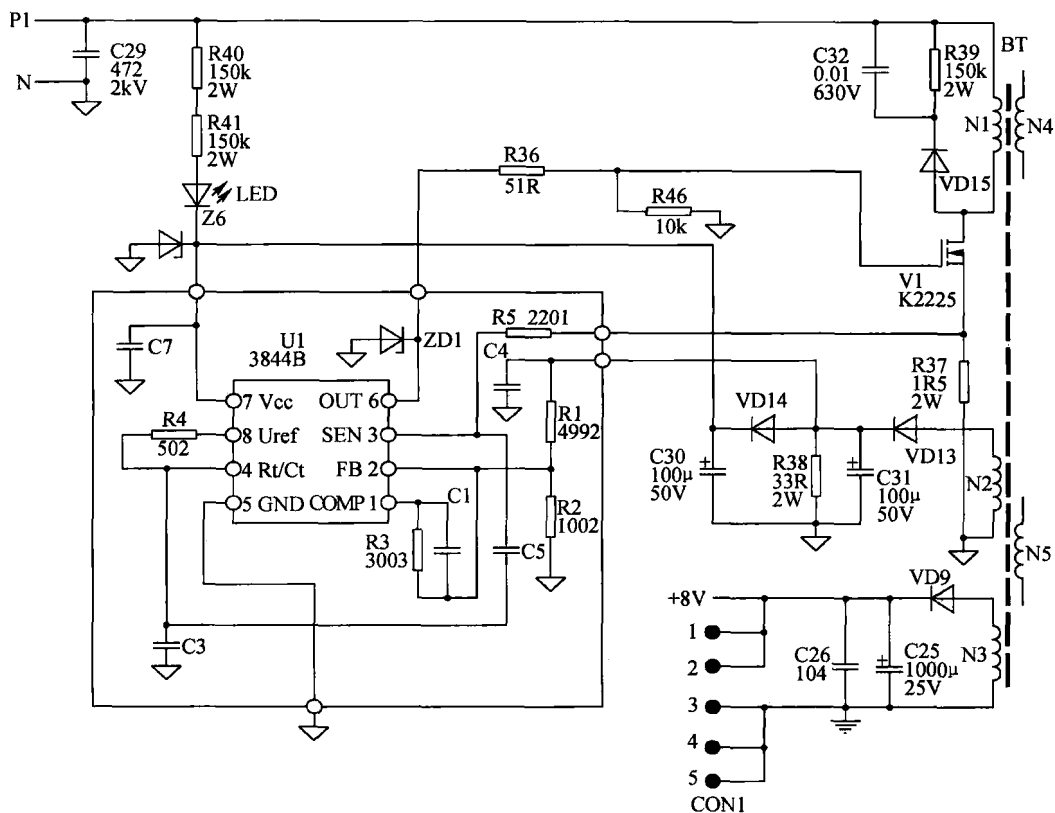

图 1-3 变频器的开关电源电路例图
(1) 变频器的开关电源电路例图（见图 1-3）
一种为图 1-3 所示的类型，将 3844 振荡芯片与外围元件做成一个单元电路，一般全是贴片元件做的，体积很小的一块电路板。此类电路，或画出内部电路，如图 1-3 所示；或省略内电路，只画出一个引脚框图。这部分电路一般是用细线框住。细线框内的电路起名为振荡板。厂家是把整个小电路板视为一个器件（如一块 IC 电路一样）。在机器出现开关电源故障返回厂家维修时，也总是将整个小电路板换掉，并不去检修小电路板上的电路。
片，而是由分立元器件做成单管（或双管）自激振荡电路。对电路中大部分元器件的命名和表述也大致与图 1-3 相同，在此就不画出例图了。